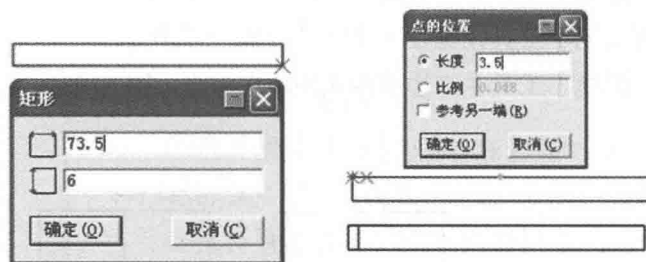

图6-87 腰头
(21) 腰头(图 6-87)。
①选择【智能笔】工具在空白处拖定出宽 6cm,长 73.5cm(计算公式:腰围 70cm+里襟宽 3.5cm)。
②选择【智能笔】工具 3.5cm 画一条垂直线。